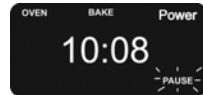

Fig. 18
1. Presione el botón "Stop/Cancel" para detener el horno cuando esté funcionando. Aparecerá "PAUSE" en la pantalla. (Fig. 18)